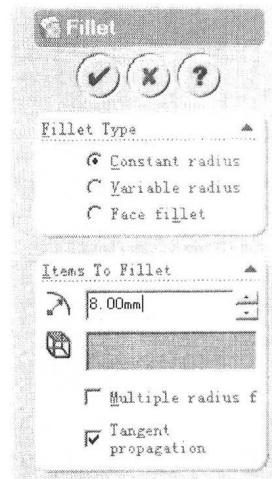

图 1-6 设置 Fillet 参数
5. 制作圆角。从 FeatureManager 设计树中选择 Base-Extrude, 然后在左边的工具栏中单击 或者执行 Insert → Features → Fillet/Round 命令, 出现设置 Fillet 参数的选项框, 如图 1-6 所示。